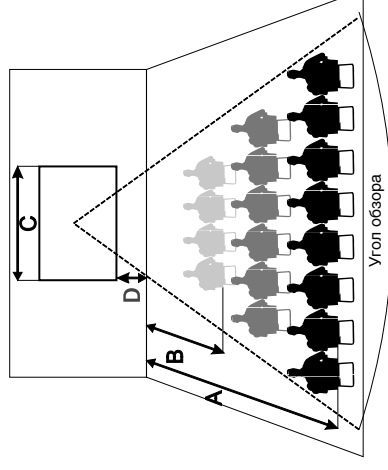

Рис. 2
- Расстояние от экрана до первого ряда зрителей (B на рис. 2) должно быть не менее 1,5 ширины экрана (C на рис. 2).
- Расстояние от экрана до последнего ряда зрителей (A на рис. 2) не должно превышать шестикратную ширину экрана (C на рис. 2).